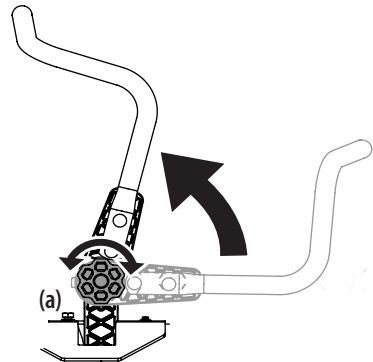

Figura 8
3. Gire la perilla (a) en el sentido contrario a las agujas del reloj para flojar la perilla (a). Consulte la Figura 8.
5. Gire la perilla en el sentido de las agujas del reloj para asegurar la palanca de control de la transmisión de barra de seguridad hasta su posición. Consulte la Figura 8.